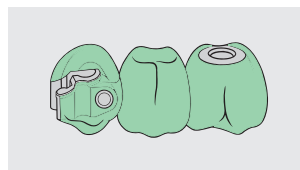

Fig. 3
**Information importante:** La partie femelle doit être entièrement recouverte **d'au moins 1 mm de cire** (Fig. 3). Il faut veiller que la céramique ne soit pas en contact avec la partie femelle en Valor car le CET du Valor est inférieur à celui de l'alliage céramo-métallique (risque de fissuration de la céramique).